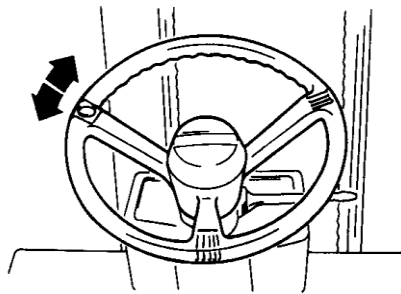

Fig. 7.7 Volante de la dirección
1. Verifique el juego libre del volante con las ruedas traseras colocadas en la dirección de marcha derecha. (Ver Fig. 7.7)